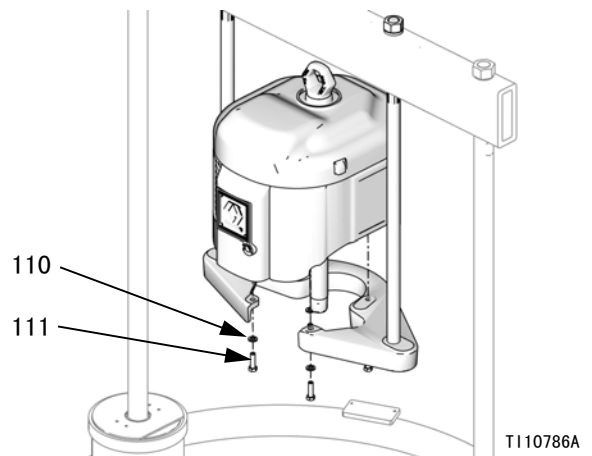

图 26：配有小型压盘 D200 上的 NXT
4. 定好安装板 (109) 位置, 确保马达顶部远离横杠。参见图 26。使用适当的起重机, 使用螺丝 (111) 和垫圈 (110) 将马达固定到安装板 (109) 上。